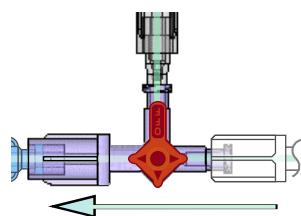

Figura 6 – Irrigação com soro fisiológico (Armazenamento FECHADO)
- a. Se estiver a irrigar com soro fisiológico, FECHE a torneira do DyeVert Power XT para a *torneira de seleção de válvula*. (Ver Figura 6)